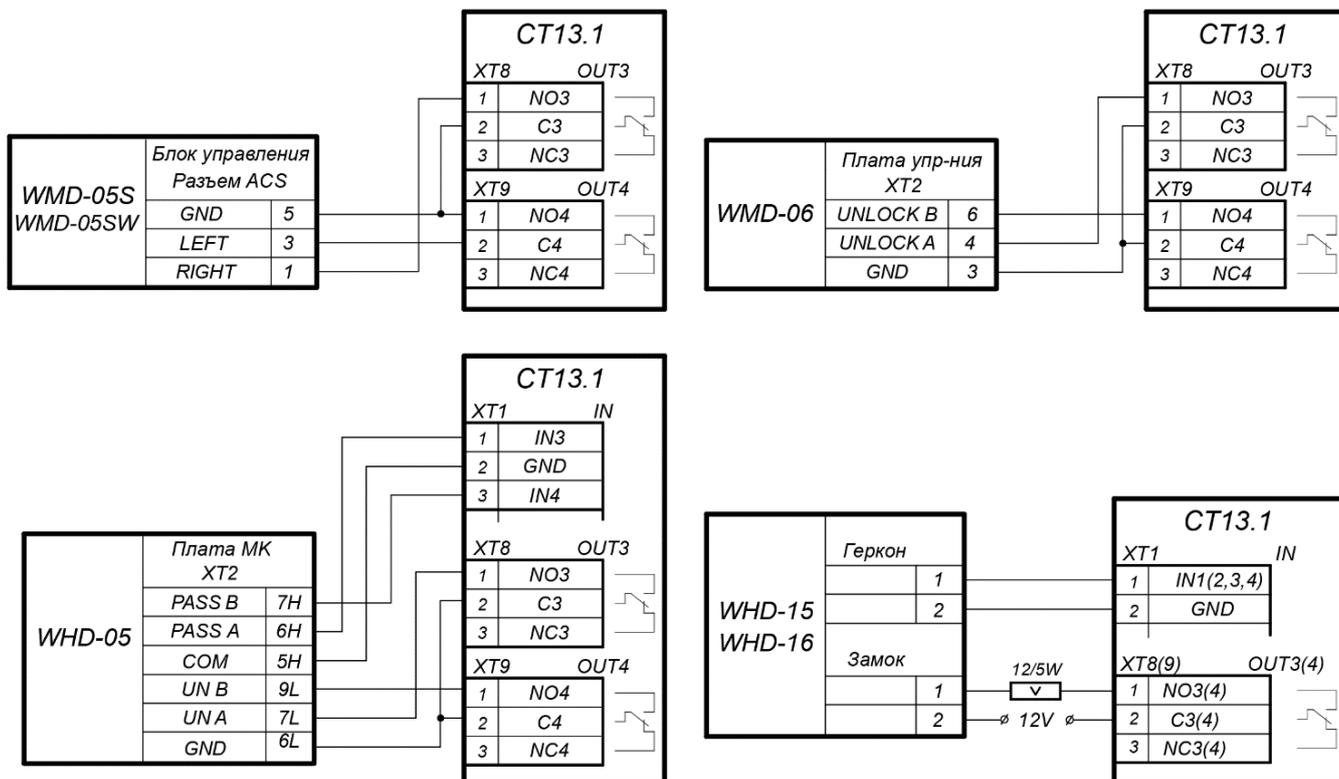

Рисунок 17. Схемы подключений калиток
2. Дополнительный турникет или калитка (ИУ №2) подключается к клеммным колодкам **XT1, XT8, XT9** нижней платы контроллера в соответствии со схемой для данного типа изделия (см. рис. 17, 16).